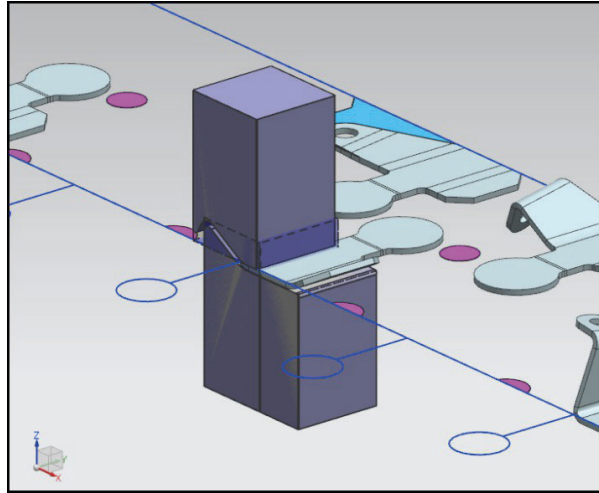

Рис. 9.20. Матрица гибки
6. Загрузите матрицу для гибки. Выберите грань, которая ранее использовалась для создания пуансона. Укажите переключатель **Штамп** (создание матрицы). Нажмите кнопку **Стандартная вставка**. В окне **Управление стандартными деталями** укажите модель *UZ\_Bend\_Up\_Die\_Insert*. Нажмите кнопку **ОК**. В окне **Проектирование вставки сгиба** нажмите кнопку **ОК**. Загруженная матрица показана на рис. 9.20.